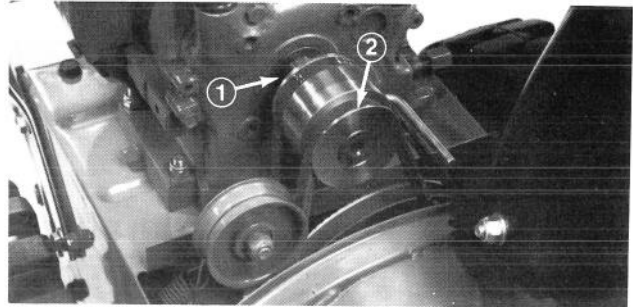
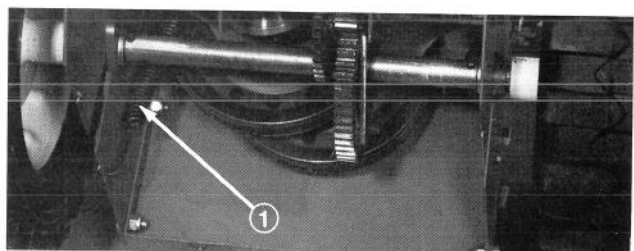

Abb. 31
Abb. 32
Wenn der Räumwerk/Gebläse Antriebsriemen (Abb. 31) abgenutzt, verzogen, verölt oder anderweitig defekt ist, muss er erneuert werden.
3. Den Räumwerk-antriebsriemen von der Motorriemenscheibe und von der grossen Räumwerk-/Gebläse-Riemenscheibe abnehmen (Abb. 31).
4. Den neuen Keilriemen auf die grosse Räumwerk-/Gebläse-Riemenscheibe (Abb. 31) legen und dann so über die Motorriemenscheibe ziehen, dass er innerhalb der Spannrolle und Riemenführung liegt (Abb. 31).
4. Die Schneefräse auf das Räumgehäuse kippen und sie gut blockieren, damit sie nicht umkippen kann. Den hinteren Schutz abnehmen und die Feder von der Seitenplatte entfernen (Abb. 32).
5. Die Schneefräse wieder gerade stellen und den Fahrtriebsriemen von der Motorriemenscheibe und von der grossen Fahrtriebs - riemen - scheibe abnehmen (Abb. 31).
6. Den neuen Keilriemen auf die grosse Fahrtriebs-Riemenscheibe (Abb. 31) legen. Dann so über die Motorriemenscheibe ziehen, dass er innerhalb der Spannrolle und Riemenführung liegt (Abb. 31). Die Schneefräse auf das Räumgehäuse kippen, blockieren und die Feder auf der Seitenplatte befestigen (Abb. 32). Den hinteren Schutz wieder ansetzen und die Schneefräse wieder gerade stellen.